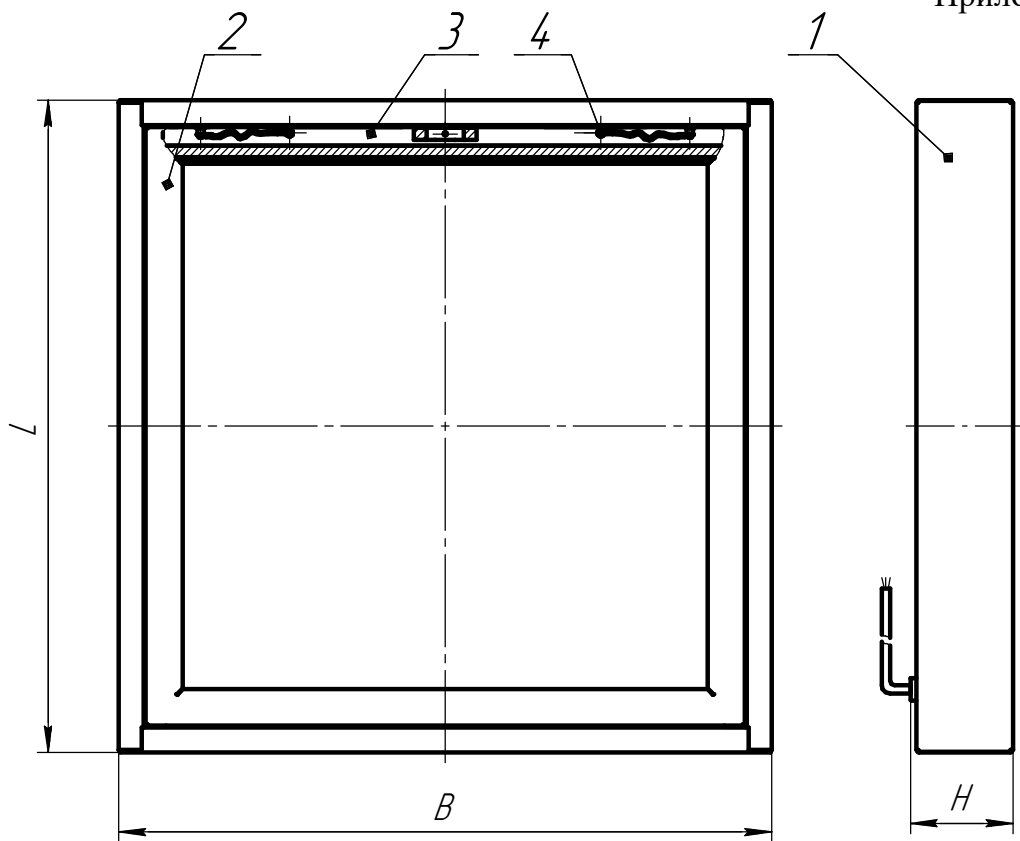

Рис.1 Общий вид светильника.
4.1 Светильник состоит: из корпуса в сборе поз.1, в котором размещена электрическая схема; обечайки декоративной поз.2, обечайки в сборе поз.3 которая закреплена на корпусе в сборе при помощи фиксирующих винтов поз.4 рисунок 1.
- 6.2. Снимите декоративную обечайку поз.2 (рис. 1)
- 6.3. Снимите обечайку в сборе поз.3 открутив 8 винтов поз.4 (рис. 1).
- 6.7. Установите обечайку в сборе поз.3 (рис. 1).
- 6.8. Установите декоративную обечайку поз.2 (рис. 1)